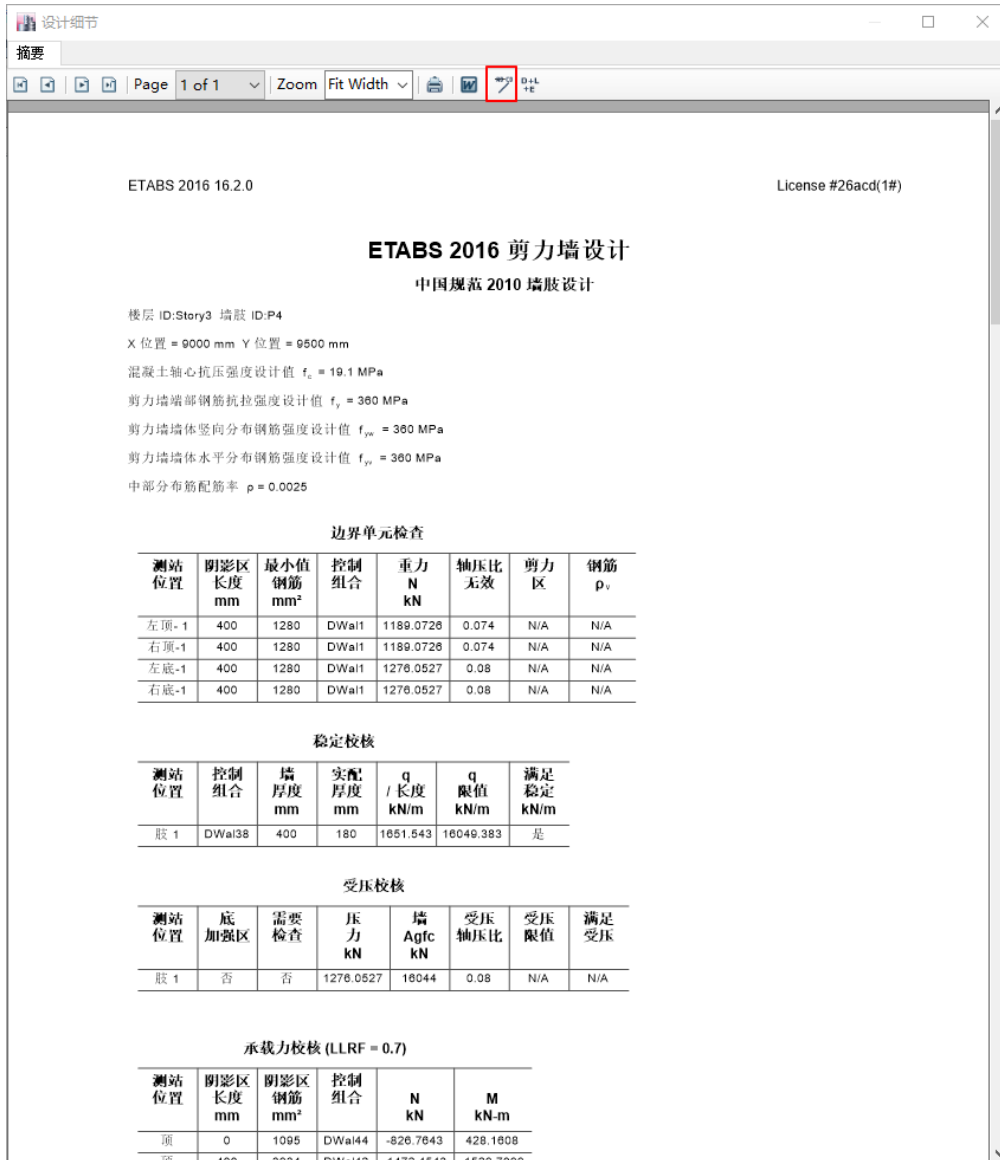

图 9-3 剪力墙设计细节对话框
7. 在三维视图中右击任一片墙体，弹出设计细节对话框，如图 9-3 所示：